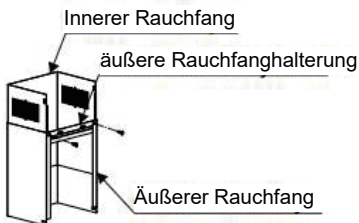
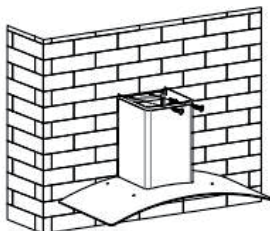

Abb. 6
Abb. 7
7. Befestigen Sie die äußere Halterung am äußeren Rauchfang mit 2 Stück ST4 × 8 mm Schrauben. Achten Sie darauf, dass der innere Rauchfang darin frei beweglich bleibt. Siehe Abb. 6. Nachdem Sie die Höhe angepasst haben, befestigen Sie das Hauptgerät mit 2 Stück ST4 × 30 mm Sicherheitsschrauben. Hinweis: Die beiden Sicherheitsöffnungen sind auf der Rückseite des Gehäuses angebracht und haben einen Durchmesser von 6 mm. Befestigen Sie die äußere Halterung des Rauchfangs mit 2 Stück ST4 × 40 mm Schrauben an der Wand. Setzen Sie anschließend die beiden Teile des Rauchfangs gemeinsam auf das Hauptgerät und führen Sie das Erweiterungsrohr nach außen aus dem Raum. Siehe Abb. 7 und 8